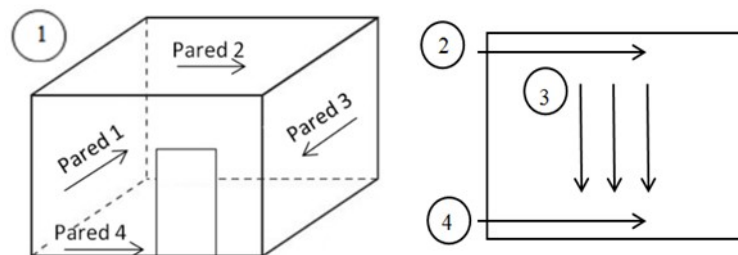

Figura No. 4, Dirección de Flujo de limpieza de paredes
6.5.1.21 **Limpieza de las paredes:** Humedecer el paño de microfibra con desinfectante autorizado y hacer trazos rectos, firmes y superpuestos por toda la superficie como se indica en la Figura No. 4, Dirección de Flujo de limpieza de paredes. Utilizar el mismo flujo para los siguientes pasos.
6.5.1.22 Humedecer un paño de microfibras con Agua de ósmosis y hacer trazos rectos, firmes y superpuestos por toda la superficie como se indica en la Figura No. 4 para eliminar el desinfectante.
6.5.1.23 Humedecer nuevamente el paño de microfibra con desinfectante autorizado y hacer trazos rectos, firmes y superpuestos por toda la superficie como se indica en la Figura No. 4
6.5.1.25 Humedecer un paño de microfibras con Agua de ósmosis y hacer trazos rectos, firmes y superpuestos por toda la superficie como se indica en la Figura No. 4 para eliminar el desinfectante.